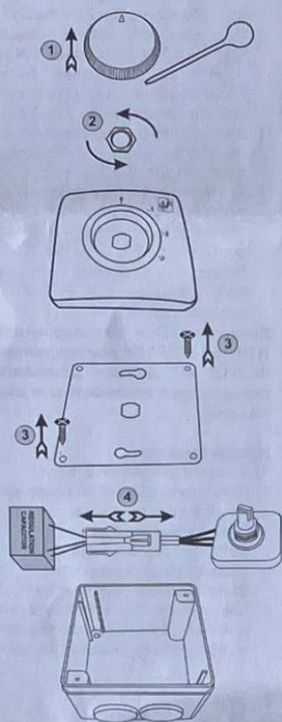

Fig. 1
1. Para Conectar el KIT RC-HTB a un ventilador de techo de la gama HTB de S&P, primero deberá extraer el condensador de regulación ubicado dentro de la caja del regulador de velocidades de pared, suministrado de serie con el mismo ventilador de techo HTB. (Fig.1) **Atención: No se puede conectar el regulador de velocidad de pared suministrado de serie junto con el KIT RC-HTB.**
1. To connect the RC-HTB KIT to a S&P HTB ceiling fan, first take out the regulator condenser inside the speed control box on the wall, which comes as standard with all HTB ceiling fans. (Fig. 1) **Warning: You cannot use both the wall speed regulator that comes as standard and the RC-HTB KIT.**
d'abord extraire le condensateur de régulation qui se trouve à l'intérieur de la boîte du régulateur de vitesses mural, fourni en série avec le même ventilateur de plafond HTB. (Fig. 1)
1. Per collegare il KIT RC-HTB ad un destratificatore della gamma HTB di S&P, come primo passo bisognerà estrarre il condensatore relativo alla regolazione posto all'interno della cassa del regolatore di velocità posto a parete, fornito di serie con lo stesso ventilatore HTB. (Fig. 1)
1. Para conectar o KIT RC-HTB a um ventilador de teto da gama S & P HTB, primeiro remova o condensador de regulação localizado dentro da caixa reguladora de velocidade montada na parede, fornecida de série com o mesmo ventilador de teto HTB (Fig. 1)